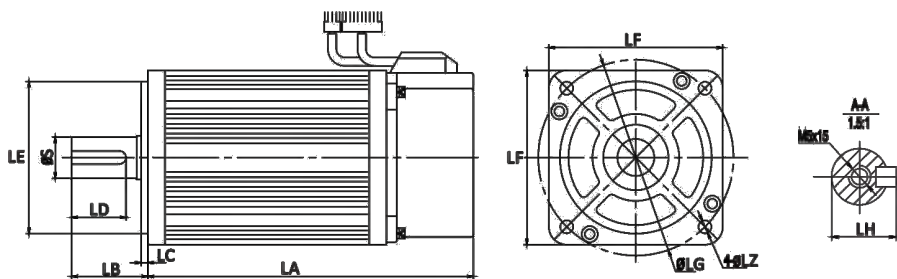

图 3.5 80、90 电机和表 3-2
- 80、90 机座电机的安装尺寸(见图 3.5 和表 3-2)